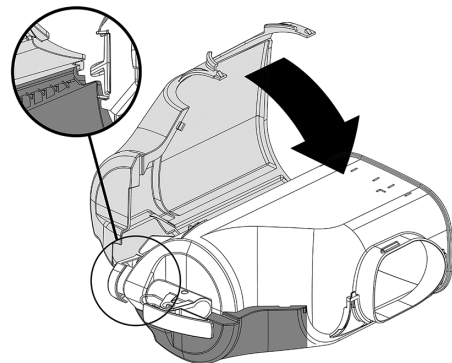
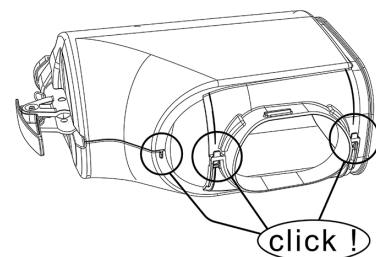

figura 4
figura 5
- 2 Posizionare la parte sinistra del recover, facendo attenzione a far combaciare l'incastro evidenziato. Chiudere ora a scatto le due parti. (vedere figura 4)(vedere figura 5).